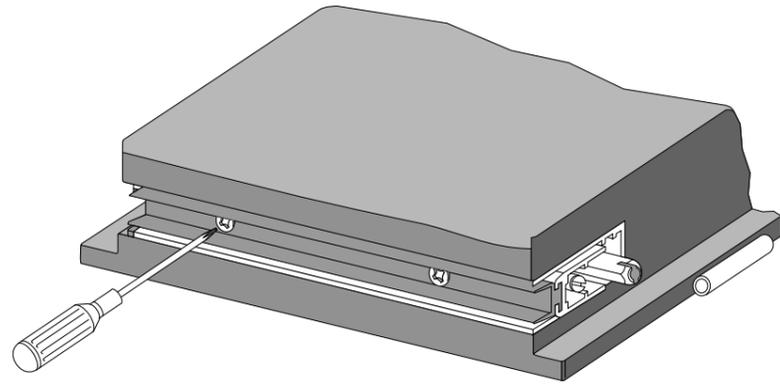

FIG.2
- Positionner et visser la plinthe à la porte (les vis autoforantes garantissent une application solide sur bois, aluminium, tôle et PVC) (figure2).